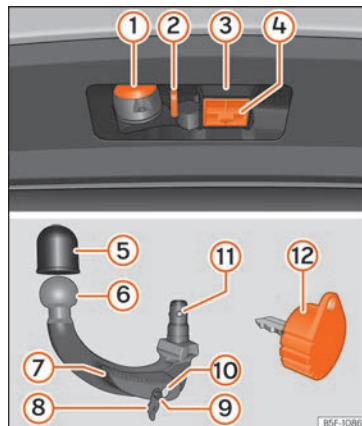

Fig. 169 Support du dispositif d'attelage pour remorque/crochet d'attelage/clé
① ATTENTION
- La zone supérieure du logement du crochet est pourvue de graisse lubrifiante » fig. 169 ③. Lorsque vous utilisez l'appareil, vous devez vous assurer qu'il n'a pas été supprimé.
- Retirez le cache du logement du crochet » fig. 169 (4) vers le bas.
- Placez le cache (4) dans son logement » fig. 169.